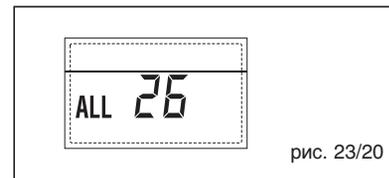

рис. 23/20
– НЕПОЛАДКА СООТВЕТСТВИЕ СОЛНЕЧНОГО НАБОРА “ТРЕВ 27” (рис. 23/21)